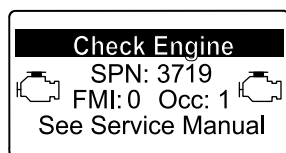

図 47
- リカバリ再生が必要になると、インフォセンターにエンジン警告 SPN 3719, FMI 16 (図 47) が表示され、エンジン出力が 85% にダウンします。